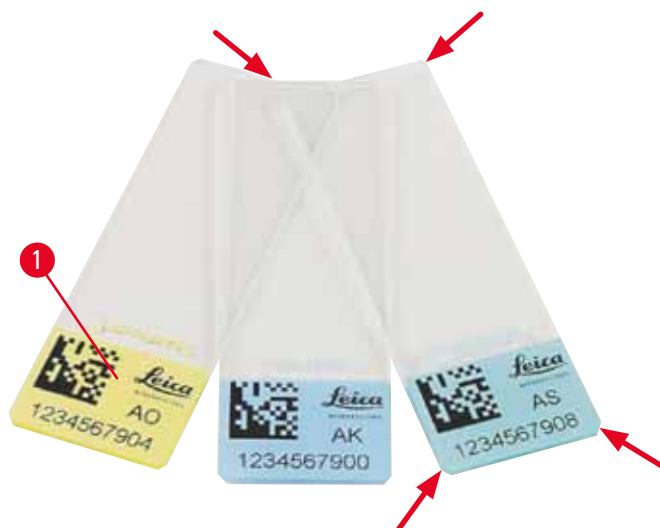

Fig. 4
Somente lâminas padrão de amostras com bordas coloridas imprimíveis (→ "Fig. 4-1") podem ser impressas no Leica IP S (→ "Fig. 4").
- Para reduzir a quantidade de pó sobre o vidro e o risco de falhas mecânicas, use somente lâminas com canto cortado (ângulo de 45° em cada canto, (→ "Fig. 4")).